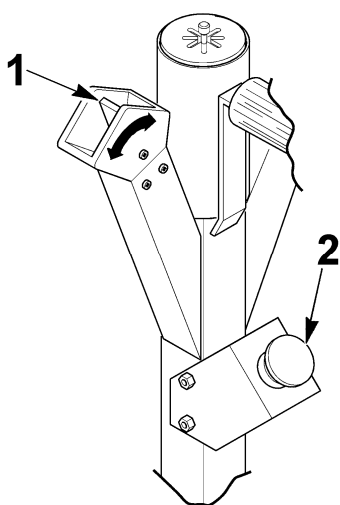

Рис.15
9. Для смыкания и размыкания держателя колеса используйте соответствующий орган управления (#1 Рис.15).
- A. ФИКСАТОР ИНСТРУМЕНТА (1, Рис. 15а) ДОЛЖЕН ПРИМЕНЯТЬСЯ ТОЛЬКО ПРИ ИСПОЛЬЗОВАНИИ ДИСКОВОГО ИНСТРУМЕНТА НА КОЛЕСАХ С ДИСКАМИ.
Рис.15а